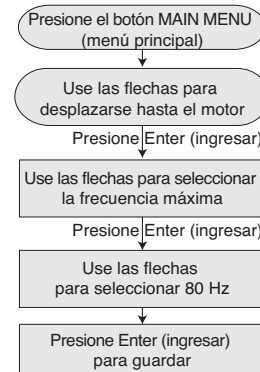

Figura 11 - Seleccione 80 Hz (solo para funcionamiento trifásico sumergible).
- ◆ Siga la secuencia de teclas de la figura 11:
- ◆ Presione Main Menu (menú principal) y siga la secuencia de teclas que aparece en la figura 11. Recuerde presionar ENTER (ingresar) para guardar la nueva frecuencia máxima seleccionada. El Intellidrive ahora usará el nuevo valor seleccionado.